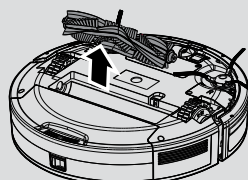

Abb. 12
3. Heben Sie die Bürstwalze an einem Ende nach oben. **[Abb. 12]**